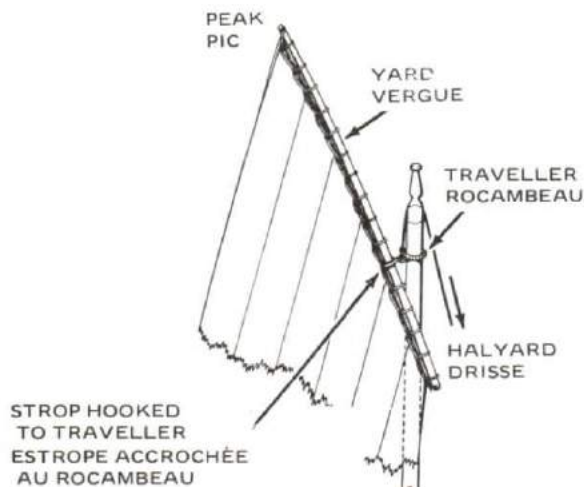

Figure 12-39
10. The head of a four-sided sail is bent to and supported by either a yard or gaff. See Figure 12-39. A yard crosses the mast, but a gaff has jaws at its throat which fit around a mast. The halyard of a gaff is bent to the gaff itself, but the halyard of a yard is bent to an iron hoop with a hook on it called the "traveller" to which the yard is hooked by means of a strop.
10. La têtère d'une voile aurique est frappée sur une vergue ou corne qui agit comme support (voir la figure 12-39). Une vergue croise le mât tandis qu'une corne est munie d'une mâchoire qui entoure le mât. La drisse d'une corne est fixée à la corne elle-même, tandis que la drisse d'une vergue est fixée à un anneau de fer muni d'un crochet appelé rocambeau auquel la vergue est accrochée au moyen d'une estrope.